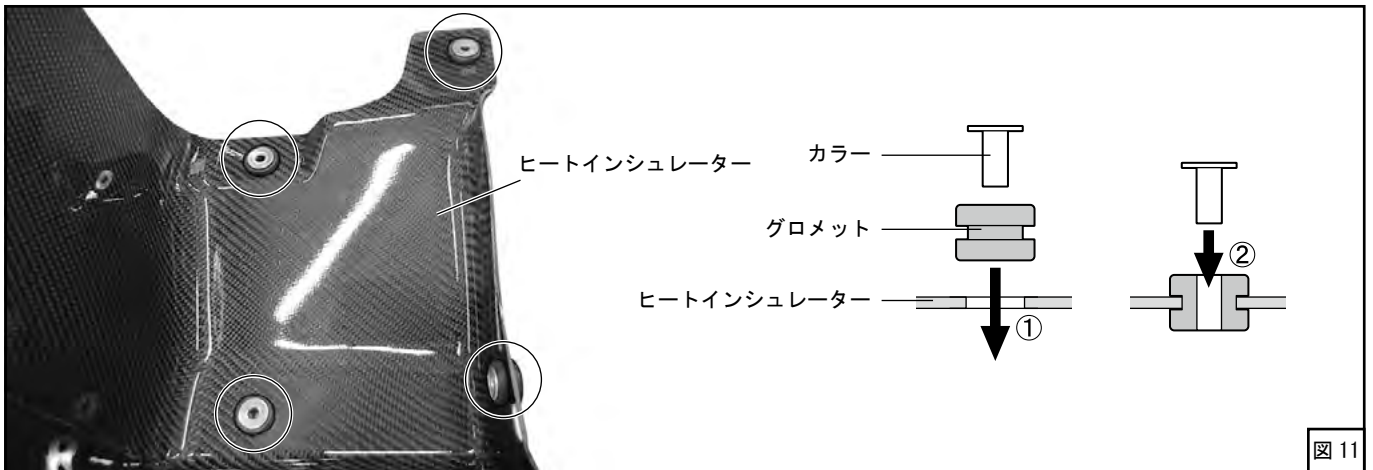

図 11
(6) ヒートインシュレーターにグロメットとカラーを取付けてください。(図 11)